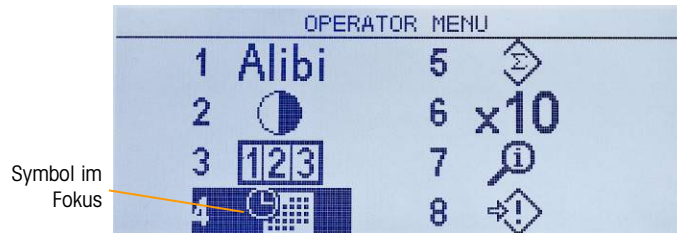
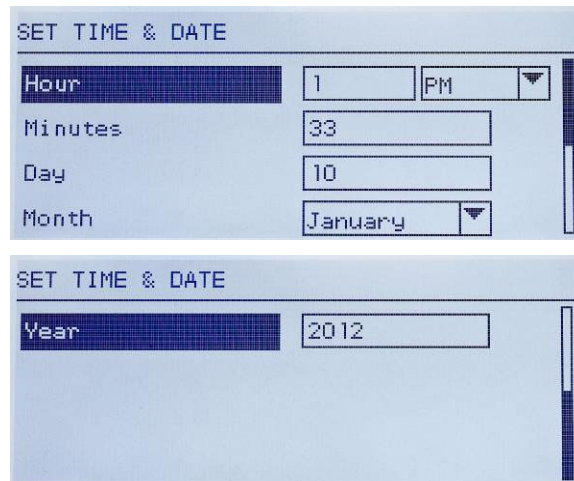
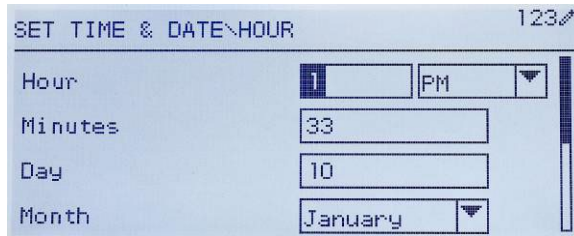

Abbildung 2-3: Anzeige des Bedienermenüs
Abbildung 2-4: Zeit & Datum einstellen
Abbildung 2-5: Setup von Zeit & Datum, Stundenfeld im Fokus
Um auf das Bedienermenü zuzugreifen, drücken Sie die Taste MENÜ . Die Anzeige ändert sich von einer normalen Wägearzeige in eine Anordnung von Symbolen (Abbildung 2-3). Die aufgeführten Symbole hängen von der Konfiguration des Terminals ab – Details hierzu finden Sie in Tabelle 2-5.
- Wenn sich der Fokus in der linken Spalte befindet (siehe Abbildung 2-3 und Abbildung 2-4), verlassen Sie durch Drücken der LINKEN Pfeiltaste das Menü **SETUP** und navigieren zum Menü **BEDIENER**.
Wenn Sie sich beispielsweise auf dem in Abbildung 2-3 dargestellten Bildschirm befinden, wird durch Drücken auf EINGABE oder durch Drücken auf die 4 der Setup-Bildschirm **Zeit & Datum** angezeigt.
In Abbildung 2-4 befindet sich eine Feldbeschriftung (**Stunde**) im Fokus. In Abbildung 2-5 wird das numerische Eingabefeld für den Stundenwert ausgewählt. Verwenden Sie die Zahlenfeldtasten, um den Wert zu ändern. Wenn die richtige Zahl eingeblendet wird, drücken Sie auf EINGABE, um die Auswahl zu bestätigen und navigieren zur nächsten Feldbeschriftung (**Minuten**).
Wenn alle Zeit- und Datumswerte richtig eingestellt sind, drücken Sie die LINKE Pfeiltaste, um zum Bedienermenü zurückzukehren (Abbildung 2-3).